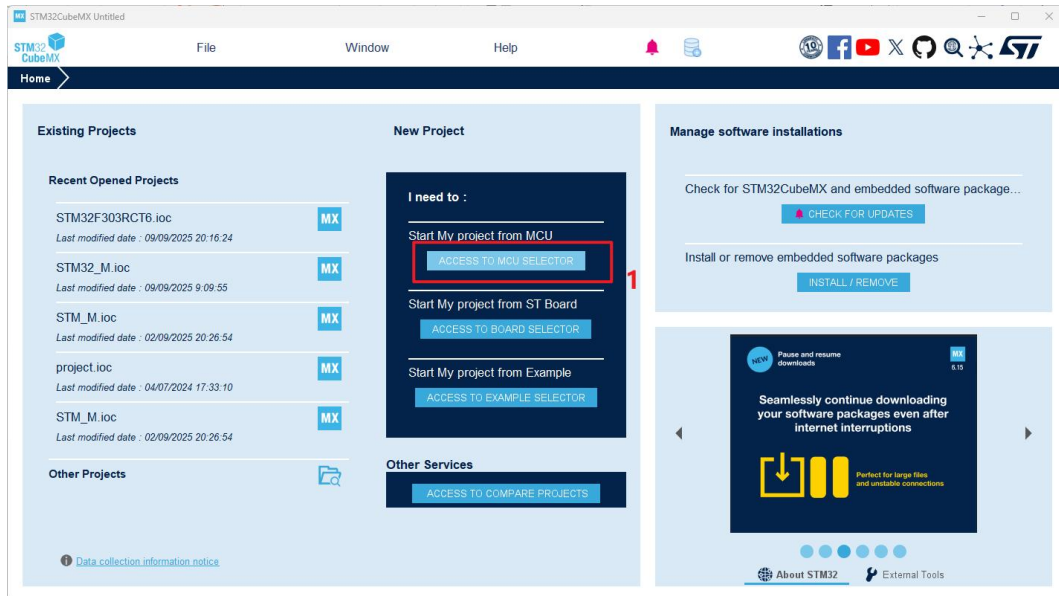

图 5.1
1. 首先打开 STM32CubeMX，如图 5.1 所示，点击“序号 1”创建项目。